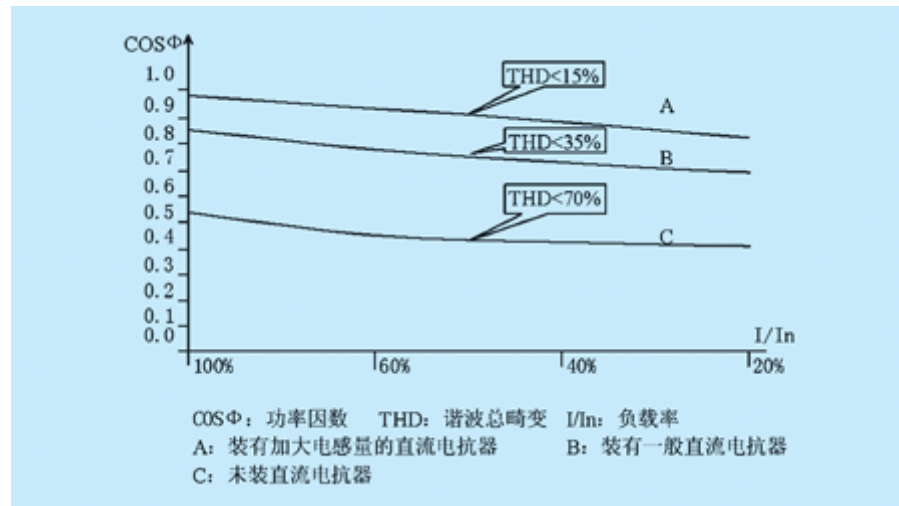

图 6-7 变频器在不同直流电抗器时的功率因数和总谐波畸变
- (1) 在配电变压器(或发电机)后面的整流—电容滤波型变频器的总负载容量不要太大，一般小于配电变压器容量的 1/10 以下；
- (2) 变频器要配置直流电抗器和输入侧交流电抗器，而且选择电抗器的电感量大一些为好。直流电抗器电感量越大，电流连续性越好，对功率因数改善越有利。图 6-7 是不同电感量的直流电抗器在变频器中使用的功率因数趋向。图中 T_{HD} 是谐波总畸变， $\cos\Phi$ 是输入功率因数，使用大的直流电抗器可以大大降低谐波总畸变和提高功率因数。